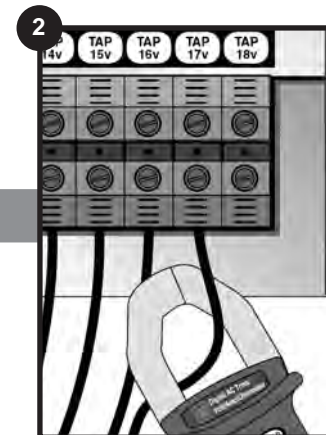

Fig. 19. Midiendo el amperaje de las tomas de voltaje.
- 2 **Mida los amperes de los tendidos secundarios en cada toma de voltaje.** (Fig. 19.)